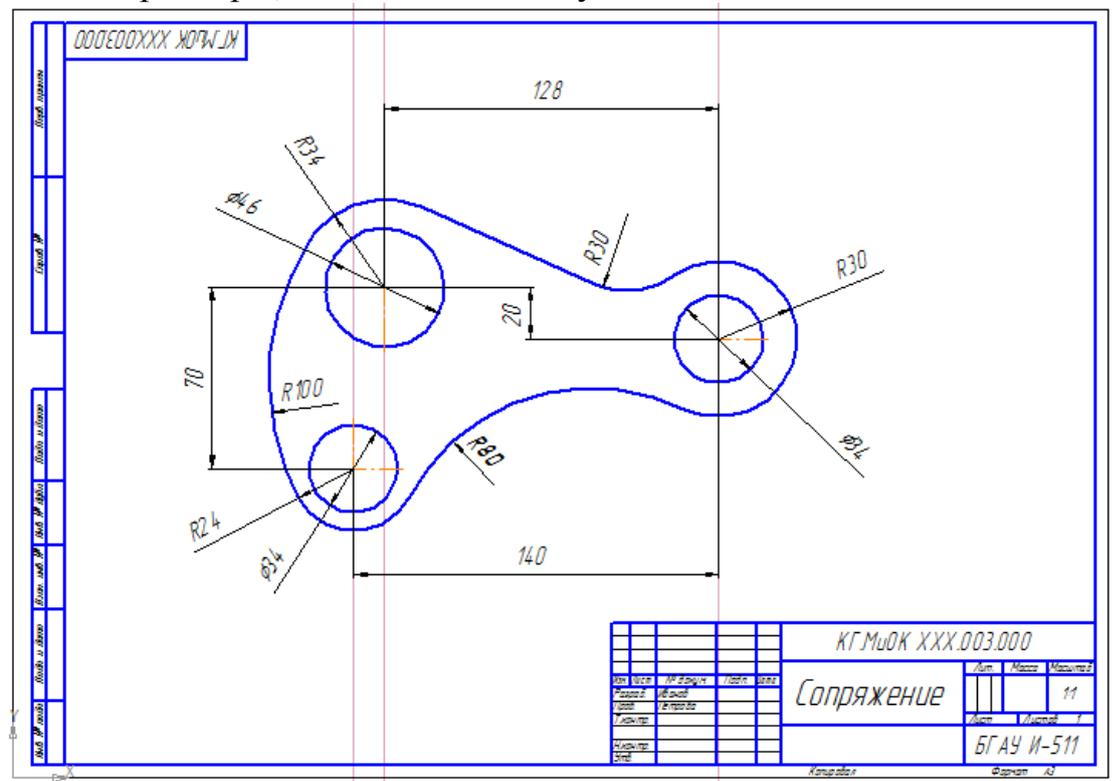

Рисунок 24.
1. Выполнить изображение плоской детали (рисунок 24) на листе формата А3, М 1:1.
7. Заполнить основную надпись (рисунок 24).